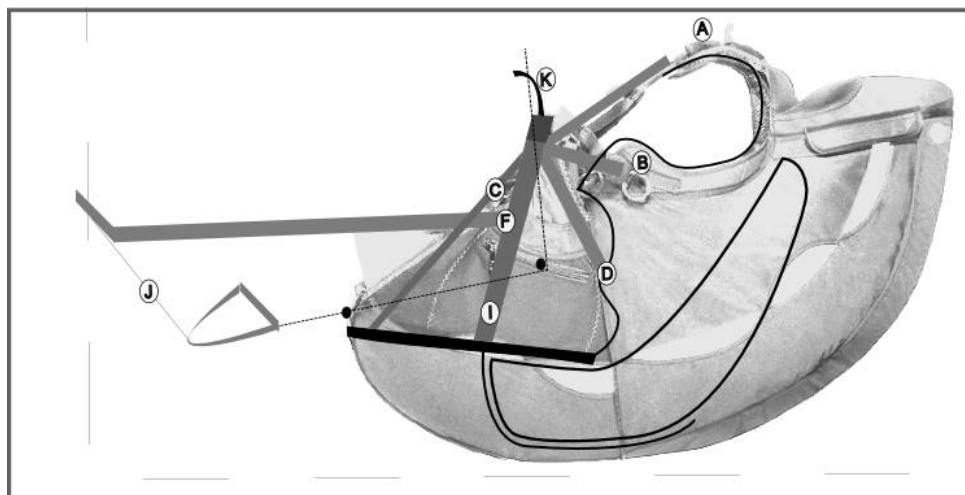

fig 1
a) Sangles d'épaules (A) : (figure 1)
b) Sangles dorsales (B) : (figure 1)
c) Sangle d'inclinaison du plateau (C) : (figure 1)